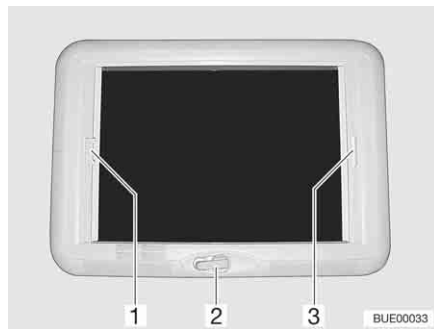

Fig. 94 Oblò a manovella
- Ruotare la manovella (Fig. 94,2) fino a quando non si incontra resistenza.
- Tirare la tendina oscurante pieghevole per la maniglia (Fig. 94,3) e rilasciarla alla posizione desiderata. La tendina oscurante pieghevole rimane in questa posizione.
- Tirare la protezione contro gli insetti per la maniglia (Fig. 94,1) verso la maniglia contrapposta della tendina oscurante pieghevole (Fig. 94,3) e farla innestare.
- Tirare la maniglia della protezione contro gli insetti (Fig. 94,1) dietro, verso l'alto, e sganciare la protezione contro gli insetti dalla tendina oscurante pieghevole (Fig. 94,3).